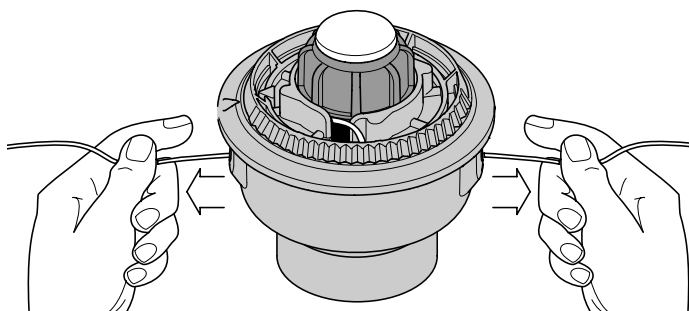

Fig. 46
9. Si el bobinado de la línea se torna dificultoso o la línea se enreda, tire de los extremos de la línea de la bobina. Continúe bobinando el carrete interior en sentido antihorario (Fig. 46).